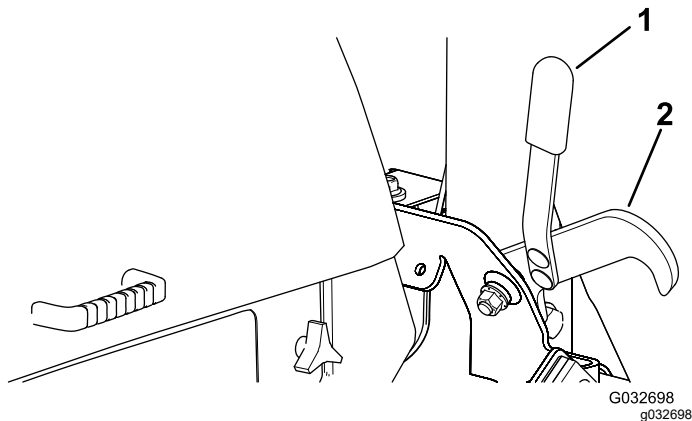

Figura 31
2. Stando seduti sul sedile dell'operatore, girate la chiave di accensione in posizione di FUNZIONAMENTO (Figura 31).